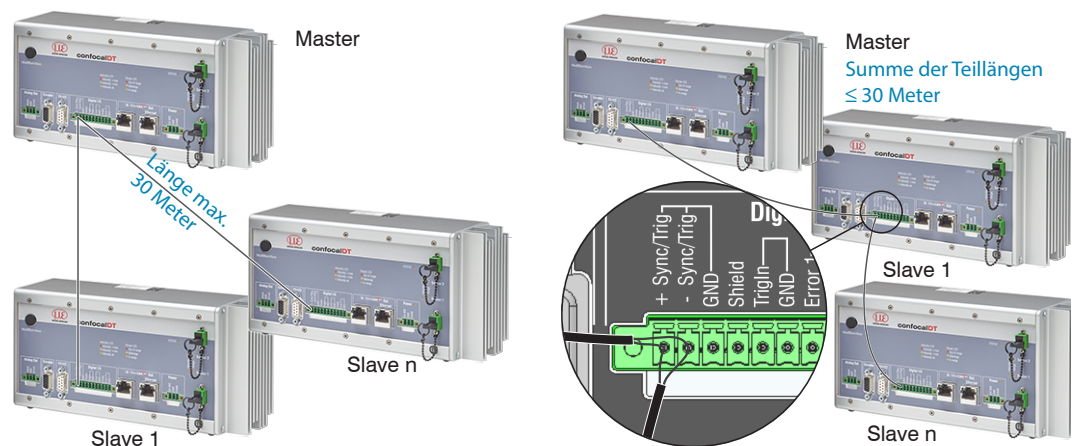

Abb. 17 Synchronisierung mehrerer Controller, links sternförmig, rechts verkettet
- ➔ Verbinden Sie die Pins +Sync/Trig und -Sync/Trig von Controller 1 (Master) sternförmig mit den Pins +Sync/Trig und -Sync/Trig von Controller 2 (Slave) bis Controller n, um zwei oder mehrere Controller miteinander zu synchronisieren, siehe Abb. 17
- ➔ Verbinden Sie die Pins +Sync/Trig und -Sync/Trig von Controller 1 (Master) mit den Pins +Sync/Trig und -Sync/Trig von Controller 2 (Slave 1). Verbinden Sie die Pins nachfolgender Controller, um zwei oder mehrere Controller miteinander zu synchronisieren, siehe Abb. 17